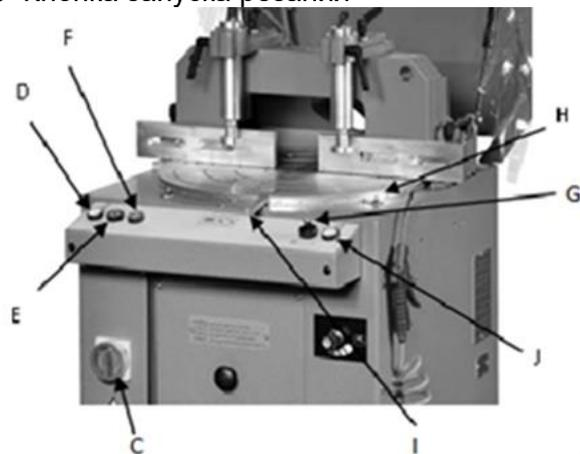

Рис. 4
Панель управления (Рис. 4)
1. Включите главный выключатель C (Рис. 4).
2. Закрепите заготовку, повернув переключатель G (Рис. 4), который активирует прижимы M (Рис. 5).
4. Нажмите зеленую кнопку F (Рис. 4), чтобы запустить двигатель.
5. Нажмите одновременно обе кнопки D и J (Рис. 4), чтобы запустить отрезной диск и подачу смазки.
6. Разожмите заготовку при помощи переключателя G (Рис. 4).
9. Отключите двигатель при помощи кнопки Е (Рис. 4).
распыления тумана W (Рис. 8). Блок начинает работу автоматически при запуске пильного диска путем одновременного нажатия на кнопки запуска D и J (Рис. 4). Масло находится в баке X (Рис. 8). Регулярно проверяйте (каждые 24 часа), что масло находится на нужном уровне. (Используйте только масло).
1. Убедитесь, что главный выключатель С (Рис. 4) выключен.